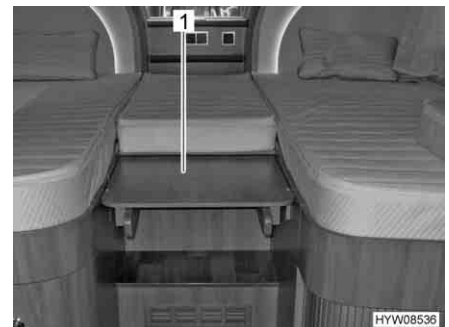

Fig. 86 Estrazione dell'ampliamento
- Afferrare ed estrarre l'ampliamento (Fig. 86,1). Insieme all'ampliamento viene estratta anche la scaletta.